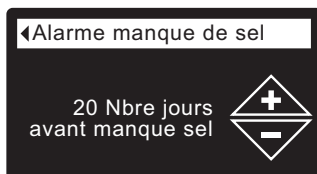

FIG. 38
5. Appuyez sur le sélecteur (O) pour ouvrir l'écran de l'alarme manque de sel (cf. Figure 38).